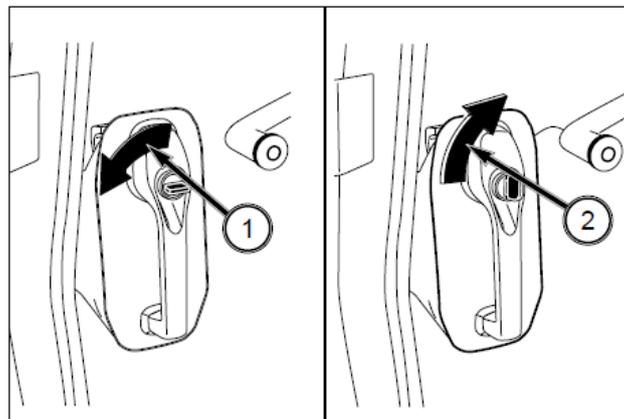

FIG. 159
FIG. 159: Para bloquear la puerta, inserte la llave en la cerradura del botón de bloqueo de la puerta y gírela 90 grados en el sentido contrario a las agujas del reloj (1). Saque la llave en posición horizontal.